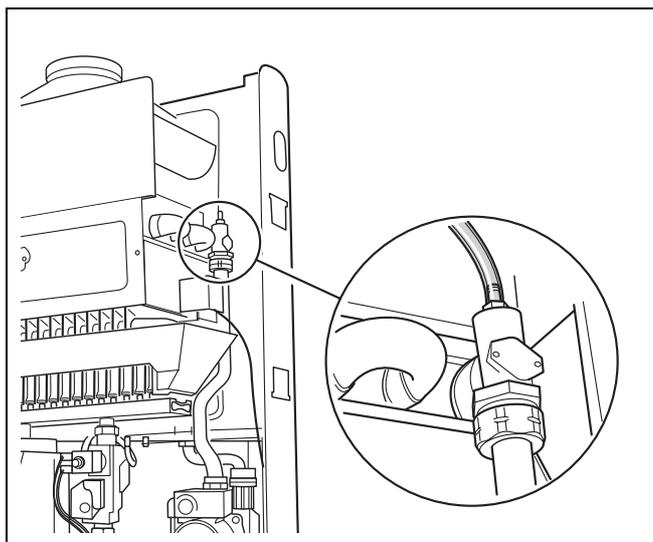

Fig. 19 Disareatore manuale
- Disareare la caldaia murale a gas per mezzo della valvola manuale di sfogo aria (fig. 19).